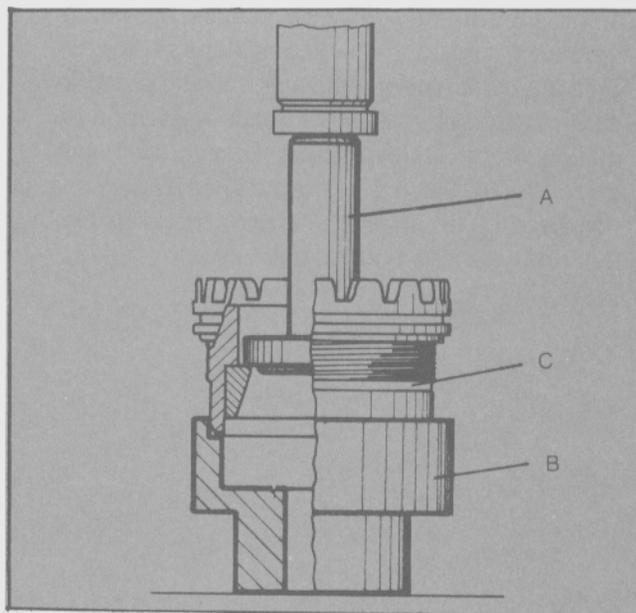

Fig. 27 - Extracción de la pista del cojinete cónico del portacojinete usando la herramienta especial T84G-4220-BAS
- Para desmontar la pista exterior del cojinete cónico del diferencial, se deberá instalar el portacojinete en una prensa y mediante el extractor T84G-4220-BAS, Detalle 1 y 2, retirar la referida pista (Fig. 27).